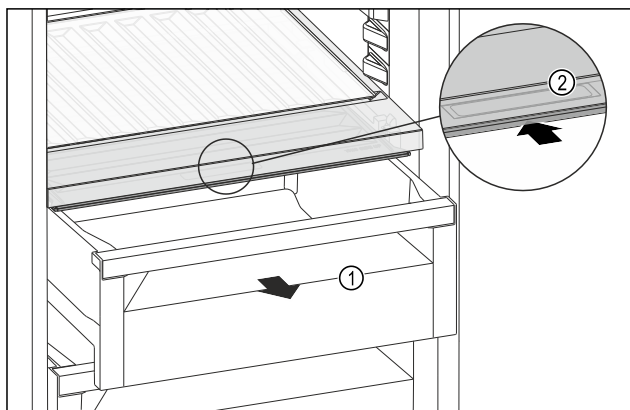

Fig. 158
- ▶ Zásuvku Fig. 158 (1) vytáhněte.
- ▶ Uchopte prohlubeň pro rukojeť Fig. 158 (2) na víku zásuvky a současně zasuňte víko zásuvky směrem dozadu.